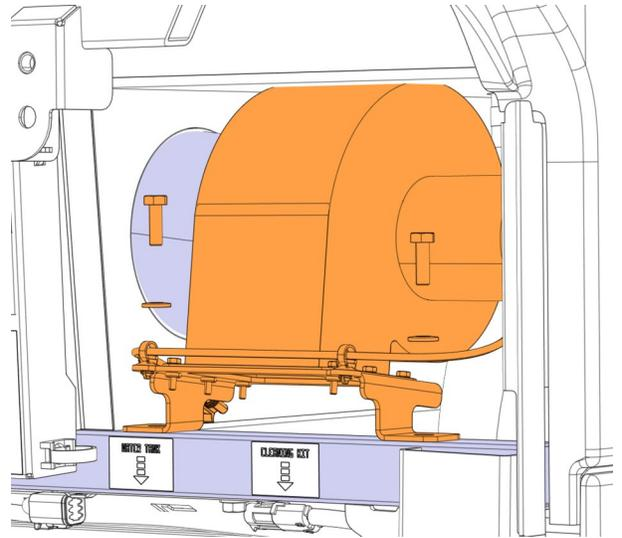

FIGURE 1
- Figure 1: Avec installation d'un ventilateur MCC.